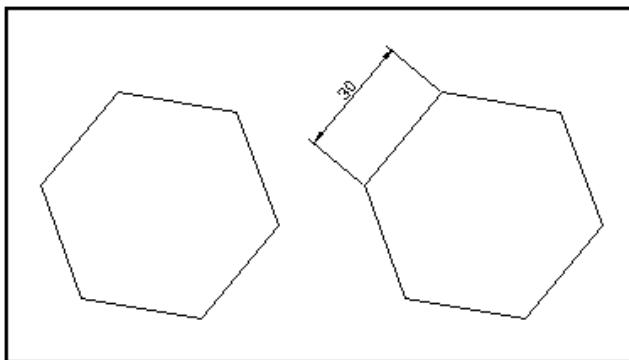

Рис. 13.17. Объект до и после нанесения параллельного размера
3. Щелкните мышью в том месте, где будет размещаться размерный текст. На чертеже появится размер объекта с параллельной размерной линией (рис. 13.17).